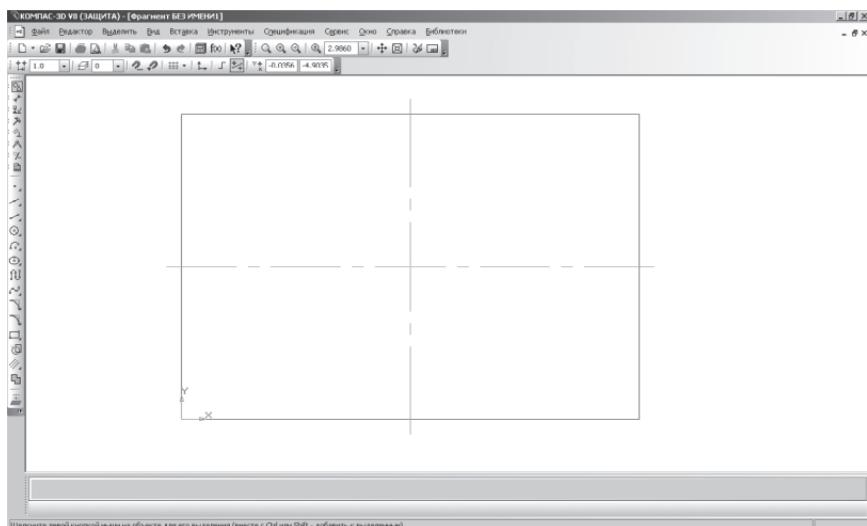

Рис. 28. Увеличение масштаба
- щелкните по кнопке – **Увеличить масштаб** 6 раз и сравните полученное изображение с рис. 28.